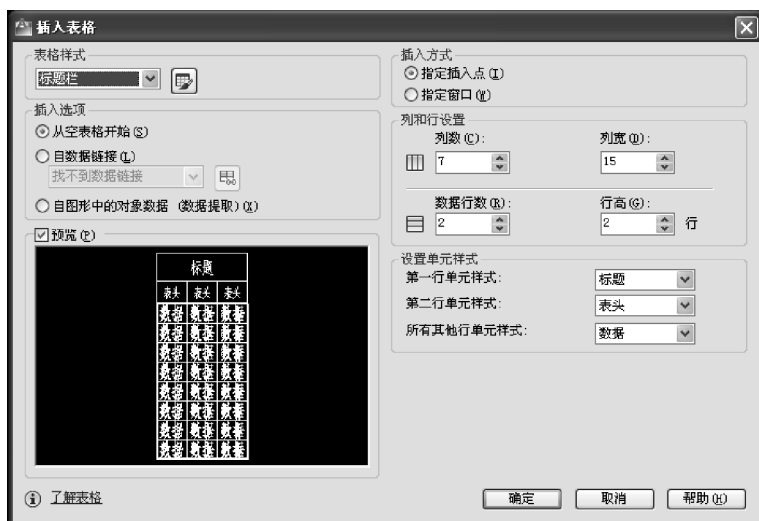

图 9-35 【插入表格】对话框
执行【绘图】→【表格】命令后，系统打开【插入表格】对话框，如图 9-35 所示。
1) 执行【绘图】→【表格】命令后,系统打开如图 9-35 所示的【插入表格】对话框。在【表格样式】下拉列表框中选择“标题栏”样式,【插入选项】选择【从空表格开始】,【插入方式】选择【指定插入点】,【列和行设置】选项组